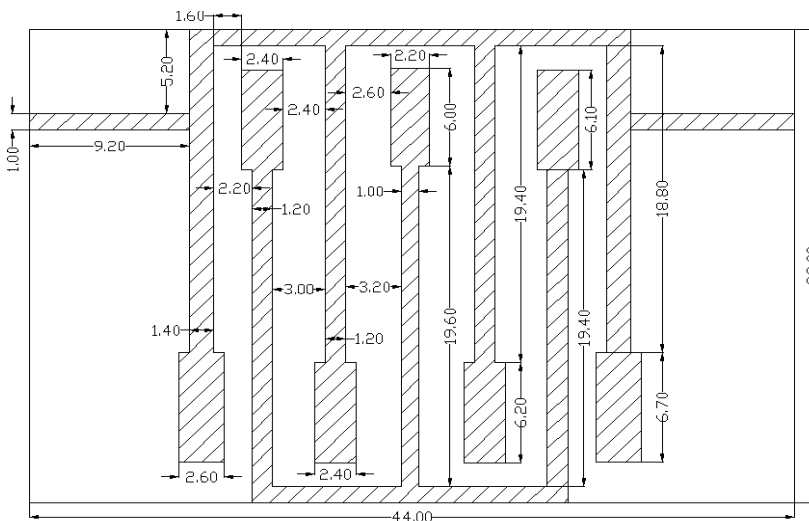
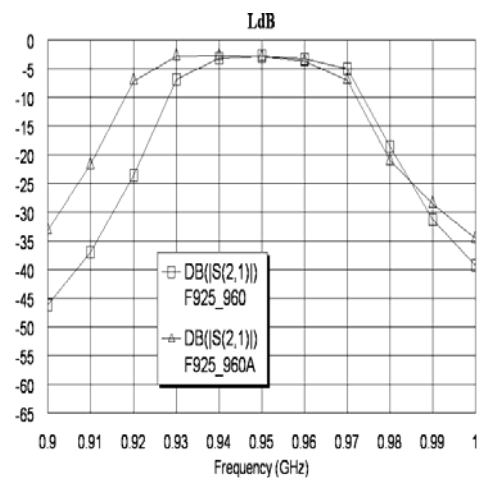

Рис.3.159
Рис.3.160
6. Из полученной характеристики видно, что её нужно сдвинуть вверх и расширить, т.е. нужно уменьшить зазоры между резонаторами и повысить резонансную частоту. Изменять резонансную частоту резонаторов можно, изменяя соотношение размеров между индуктивной и емкостной частями резонаторов. Путём подбора размеров топологии можно получить электромагнитную структуру, показанную на рис. 3.159. Характеристика этой структуры – на рис. 3.160.